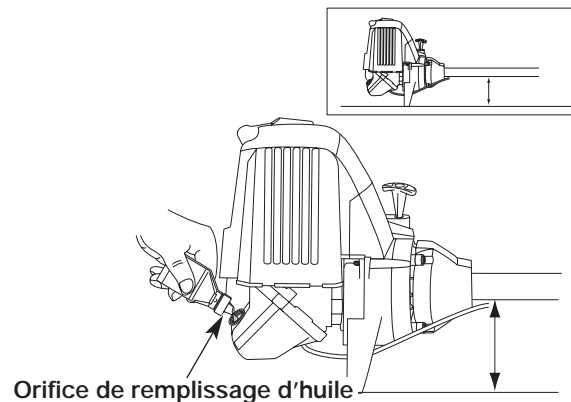

Figure 18
4. Versez tout le contenu de la bouteille d'huile dans le carter-moteur (Fig. 18).